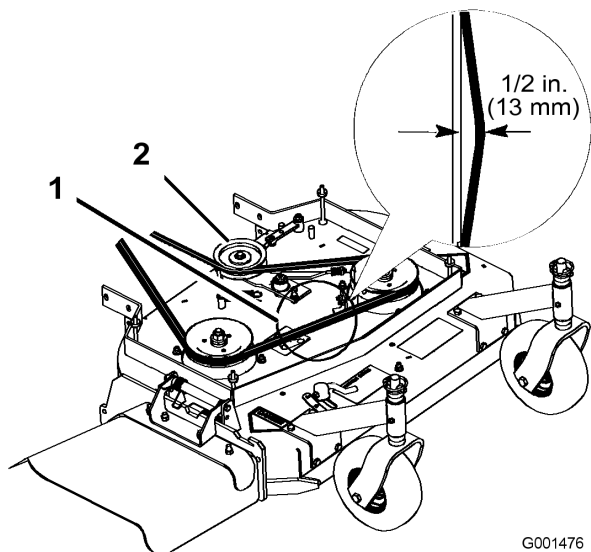

Figure 48
4. Retirez la poulie de tension et la courroie usagée (Figure 48).
Remarque: La tension correcte de la courroie du plateau de coupe est de 44-67 N (10-15 lb-pi) avec une flèche de 13 mm (1/2") à mi-chemin entre les poulies (Figure 48).